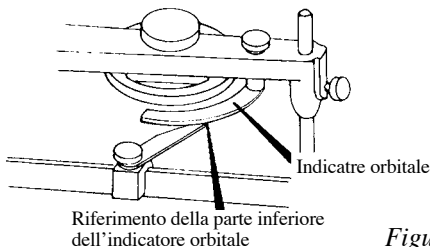

Figura 14A
13. Alcuni Articolatori HANAU™ sono forniti dell'Indicatore Orbitale come simulazione anatomica del punto infra-orbitale del paziente. La punta del Riferimento Anteriore del Paziente (puntatore orbitale) sull'Arco-Spring si dovrà essere allineato con la parte inferiore di questo Indicatore Orbitale, Figura 14A.